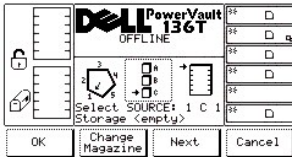

图 13. 状态 > 磁带库 > 槽位 > 更换磁带箱对话框
- 1 如果按下 **下一步** 软键下方的按钮，则当前的源参数将从列变成磁带箱，同时显示“更换磁带箱”对话框。请参考 图 13。